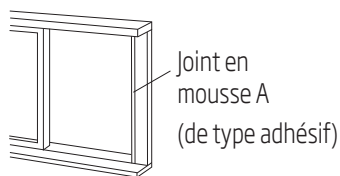

Fig. 12
1. Découpez le joint en mousse (de type adhésif) à la longueur appropriée et fixez-le au cadre de la fenêtre. Voir Fig. 12.